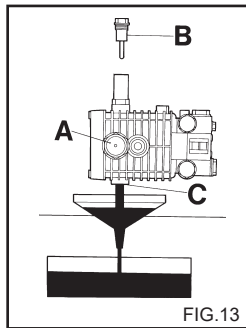

FIG.13
Проверка уровня масла (Рис.13,14).
Необходимо производить регулярную проверку уровня масла в насосе высокого давления при помощи смотрового окошка (Рис.13А) или шупа (рис.13В). Норма соответствует середине смотрового окна.
1. Отверните крышку на заливной горловине (рис.13А).
2. Отверните сливную пробку под насосом (рис.13С).